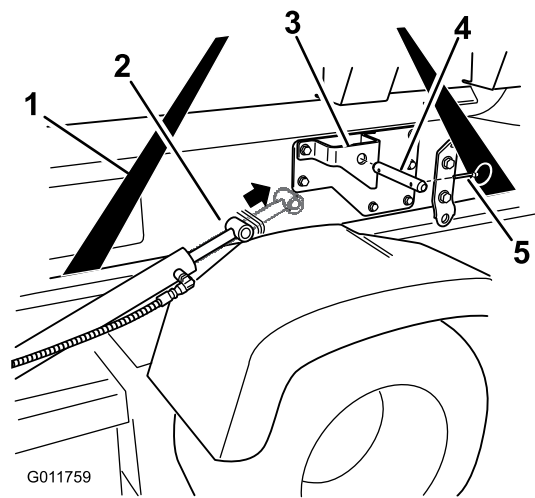

Figura 19
4. Estenda os cilindros de elevação para os suportes no patim do depósito. Alinhe os braços do cilindro com os furos nos suportes do patim do depósito (Figura 19).